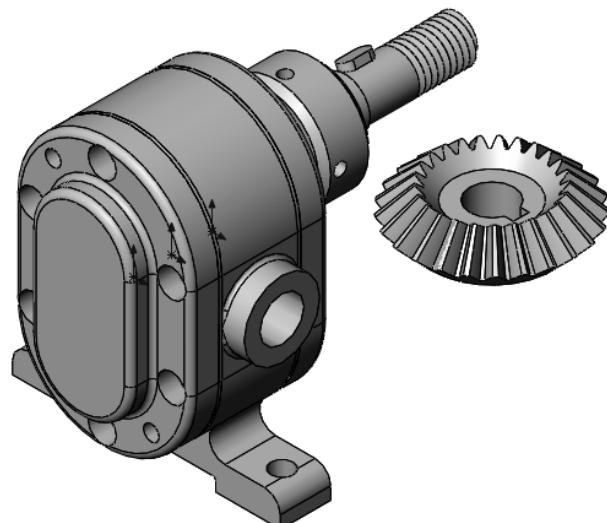

图 10-35 插入圆锥齿轮
- [2] 单击图形区域以放置零部件, 在装配体中插入圆锥齿轮, 如图 10-35 所示。